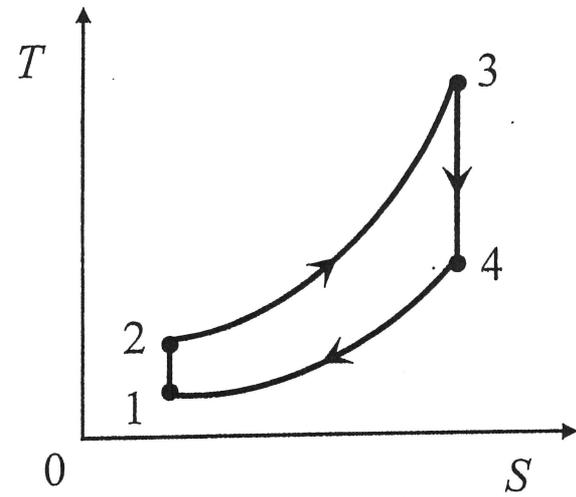

図2
- (1) 作動流体を理想気体とすると、オットーサイクル(定積サイクル)の圧力 p と体積 V の関係 ($p-V$ 線図) は図1のように、また温度 T とエントロピー S の関係 ($T-S$ 線図) は図2のように描かれる。状態 $2 \rightarrow 3$ の変化は等積加熱であり、状態 $3 \rightarrow 4$ の変化は断熱膨張である。状態 $1 \rightarrow 2$ および状態 $4 \rightarrow 1$ は、それぞれどのような変化かを答えなさい。
- (2) 図1と図2にならって、ディーゼルサイクル(定圧サイクル)の $p-V$ 線図と $T-S$ 線図をそれぞれ描きなさい。そして、各状態の番号 i ($i=1, 2, 3, 4$) を図中に付して、状態 $1 \rightarrow 2$, 状態 $2 \rightarrow 3$, 状態 $3 \rightarrow 4$, 状態 $4 \rightarrow 1$ の変化が、それぞれどのような変化かを答えなさい。
- (3) (2)の熱サイクルの供給熱量 Q_1 と放出熱量 Q_2 を各状態の温度 T_i を用いて表しなさい。ただし、作動流体の質量を m , 定積比熱を C_v , 定圧比熱を C_p とする。
- (4) (2)の熱サイクルの理論効率 η_{th} を温度 T_i と比熱比 κ を用いて表しなさい。
- (5) オットーサイクルおよびディーゼルサイクルを応用した熱機関を、それぞれ一つ答えなさい。